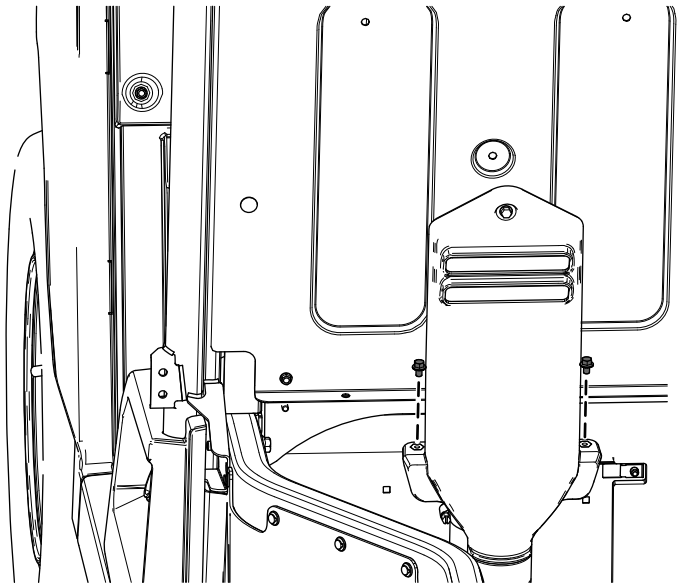

Figure 61
A. Retirez les 2 boulons à embase ( $\frac{1}{4} \times \frac{3}{8}$  po) du capot d'admission CVT (Figure 61).